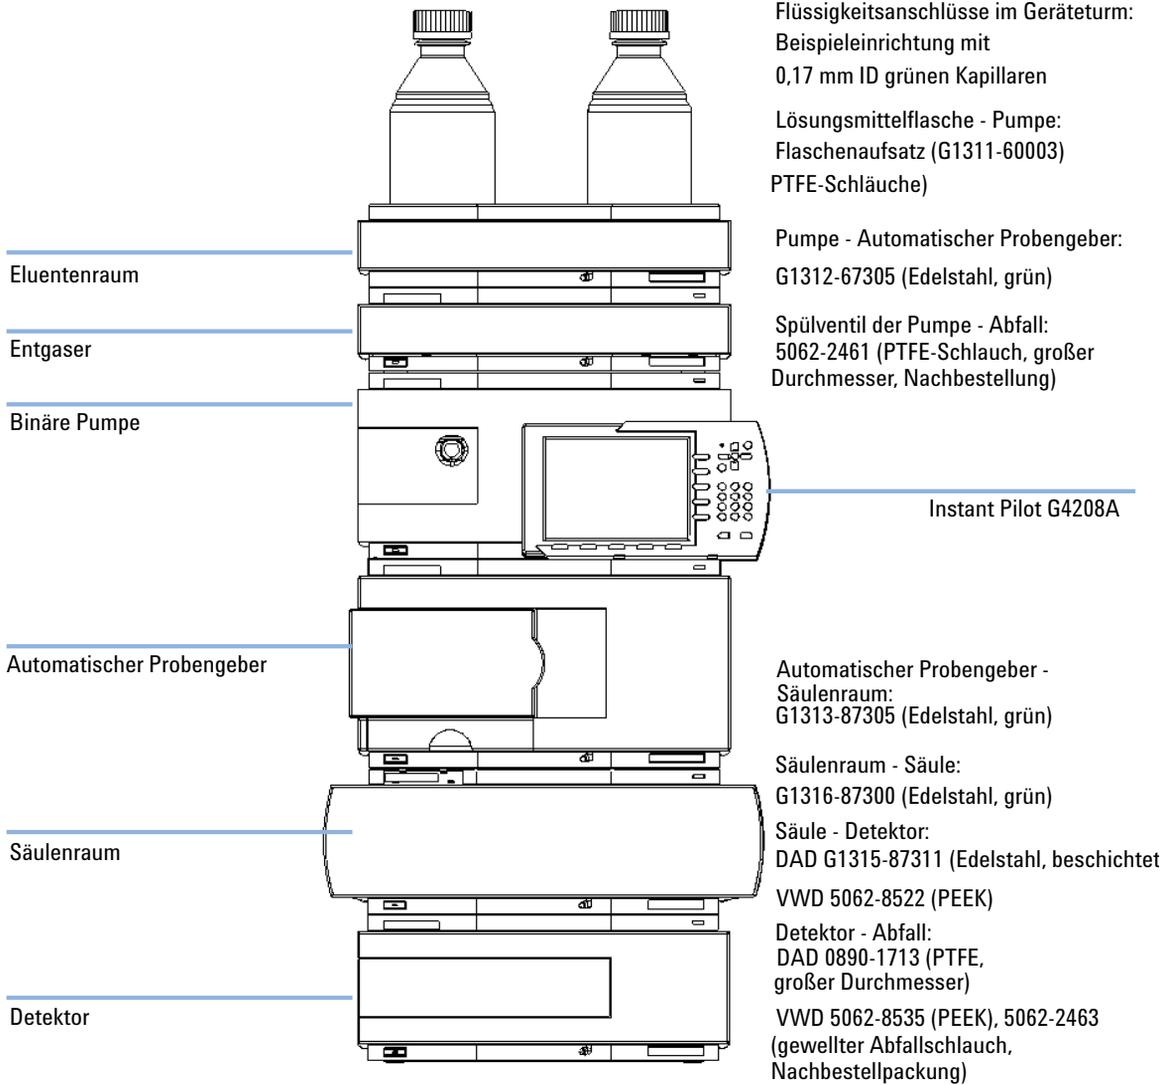

Abbildung 5 Empfohlene Geräteanordnung (Frontansicht)
- 1 Stellen Sie die einzelnen Module in die Gerätetürme wie in Abbildung 5 auf Seite 30 dargestellt.
- 1 Stellen Sie den Vakuumentgaser in den Geräteturm, wie in Abbildung 5 auf Seite 30 dargestellt.